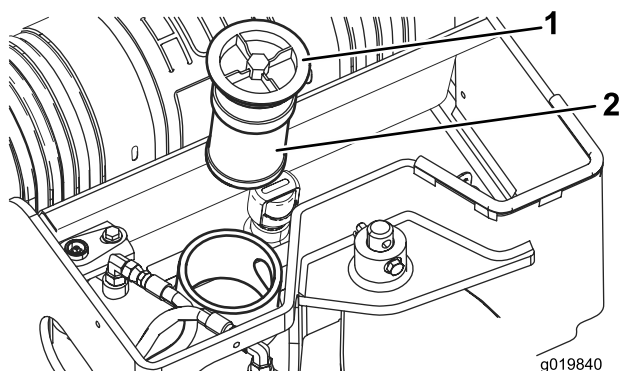

Figure 59
5. Déposez le filtre à huile et mettez-le au rebut (Figure 59).
6. Mettez en place le filtre hydraulique de rechange et le bouchon de remplissage (Figure 59), et serrez le boulon sur le dessus à un couple de 21 à 25 Nm.
6. Enlevez le bouchon de remplissage du réservoir hydraulique ainsi que le filtre (Figure 59).
11. Mettez en place le filtre hydraulique et le bouchon de remplissage (Figure 59), et serrez le boulon sur le dessus à un couple de 21 à 25 Nm.